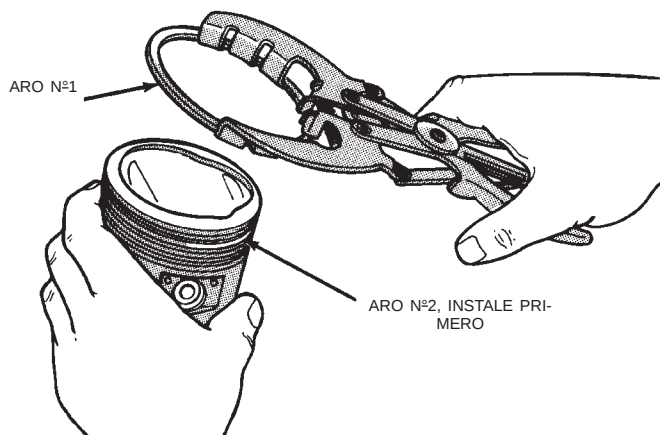

Fig. 92 Aros superior e intermedio—instalación
(3) Mediante un expansor de aro de pistón, instale el aro de pistón n°2 y después el n°1 (Fig. 92).